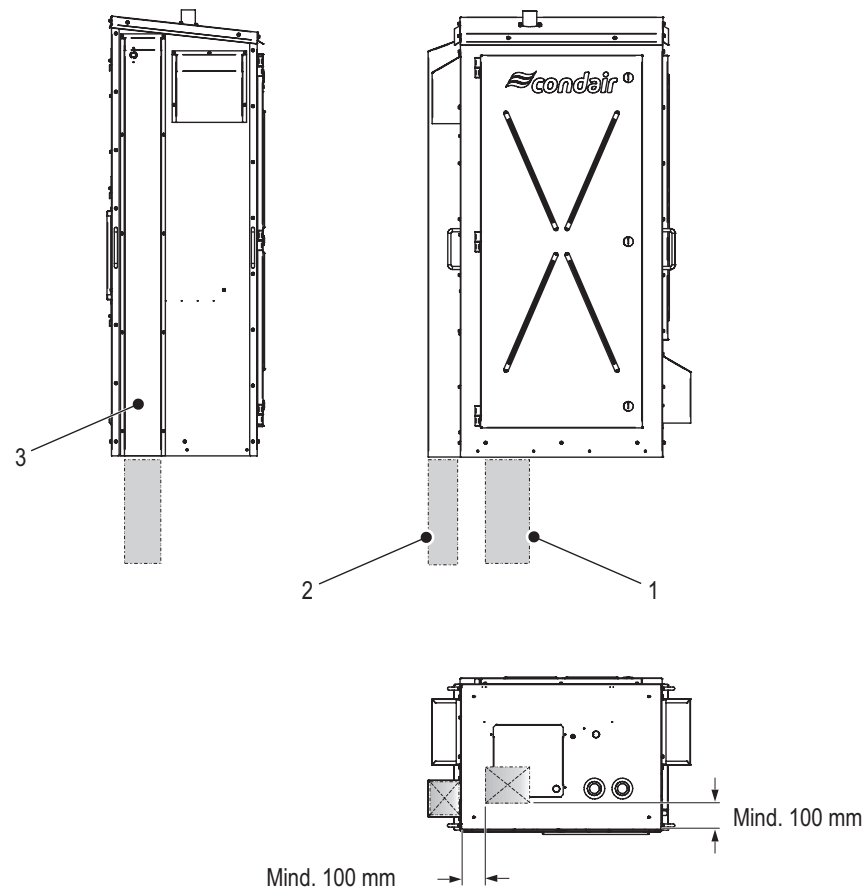

Bild 9: Lage der Leitungskanäle
Es wird empfohlen alle externen Ablaufleitungen sowie die Wasserzulaufleitung in geeigneten Leitungskanälen zu verlegen. Bild 9 zeigt die generelle Lage und Dimensionierung der Leitungskanäle.
5. Installieren Sie die passend dimensionierten Leitungskanäle (empfohlen) für die Ablaufleitungen und die Wasserzulaufleitung. In Bild 9 auf Seite 27 ist eine allgemeine Übersicht zur Positionierung und Dimensionierung dargestellt.
4. Sehen Sie (bei Dachmontage) geeignete Öffnungen im Dach vor und installieren Sie die Leitungskanäle. In Bild 9 auf Seite 27 ist eine allgemeine Übersicht zur Positionierung dargestellt.